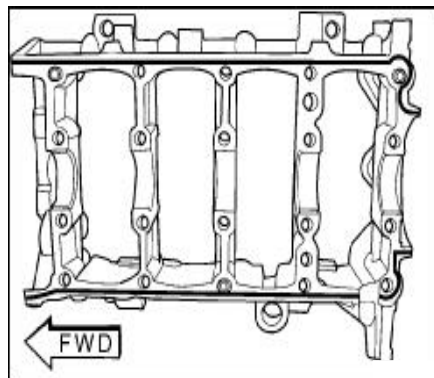

图. 75 主轴承盖油封
- (3) 安装曲轴轴承和曲轴。
- (4) 应用密封胶涂抹到气缸体上(图. 75)。
- (5) 安装轴瓦盖到发动机上。
- (6) 在安装主轴承盖螺栓, 并加注机油润滑。
- (7) 安装和紧固主轴承盖螺栓。
- (8) 安装和紧固上气缸体螺栓。